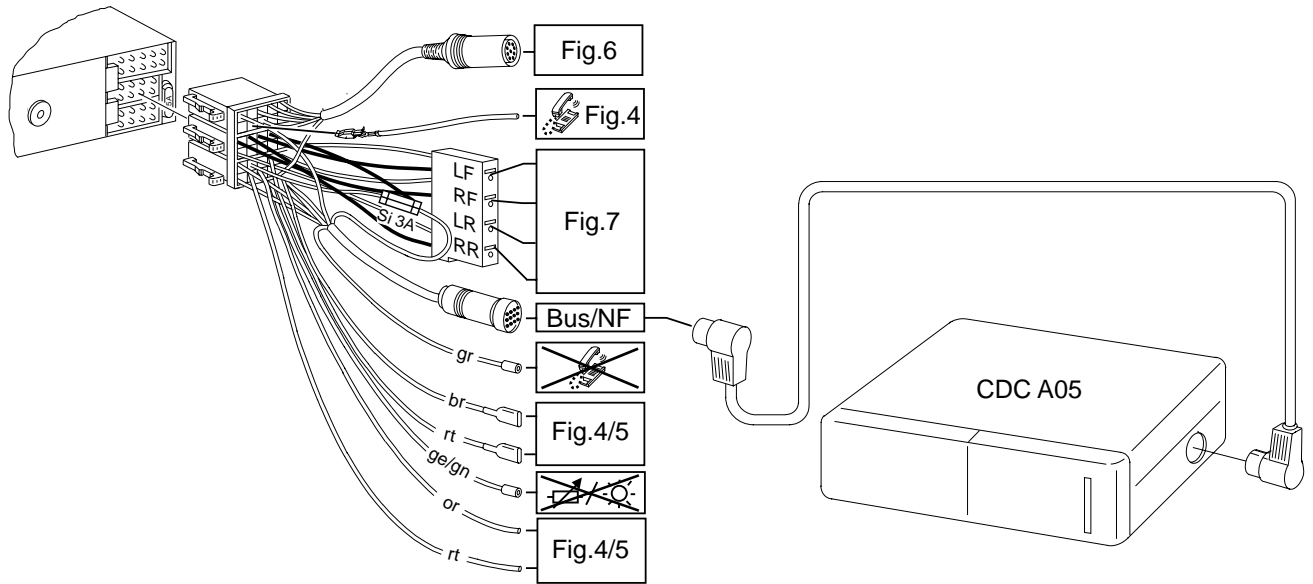

Fig. 9
- Anschluß CD-Player Fig. 9
Connection of CD-Player	fig. 9
Raccordement de CD-Player fig. 9